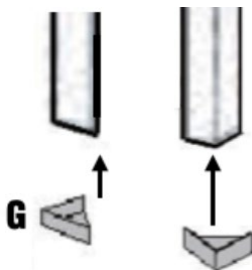

fig. 2
3. Placez 4 des pieds (G) dans le bas des 4 supports verticaux (fig. 2).